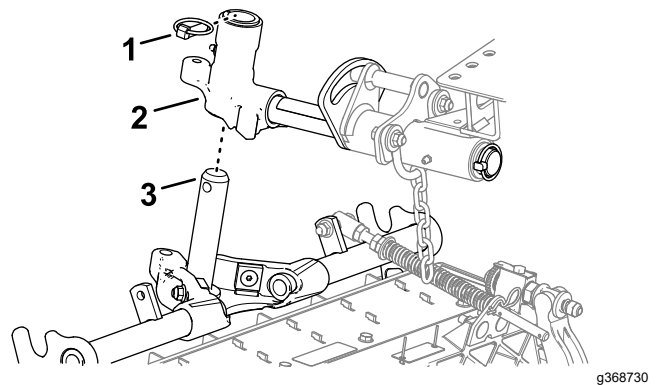

Figure 26
1. Glissez une unité de coupe sous le bras de levage (Figure 26).